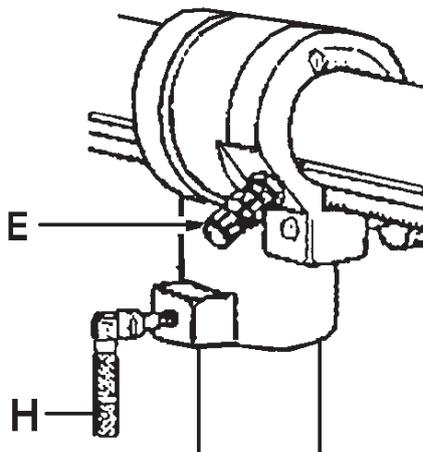

Рис.5
фіксуючий штифт (E, Рис. 5) і виверніть його.
- Для цього потрібно послабити рукоятку затиску (H, Рис. 5).
- Треба ослабити рукоятку затиску (F).
- За допомогою ручки настройки (I) може бути досягнуто бажане регулювання.